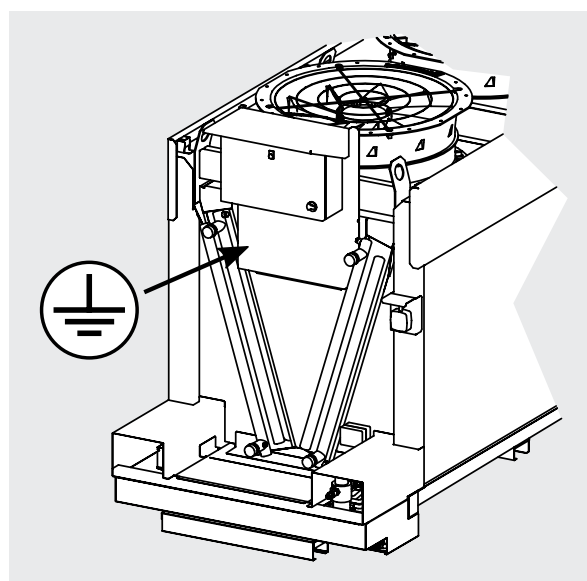

Figura 14
8.4 Para minimizar el riesgo de contacto indirecto, el sistema eléctrico puede conectarse a tierra mediante la clavija situada bajo la cubierta frontal. Ver Figura 14.